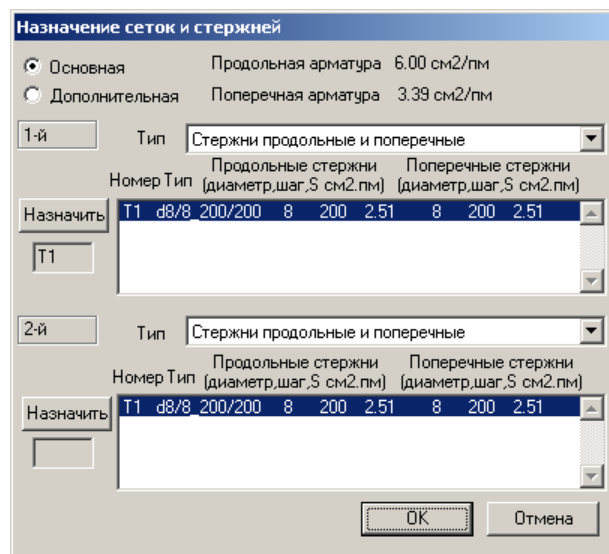

Рис.2.7.4 Окно диалога **Назначение сеток и стержней**
- В открывшемся окне диалога **Назначение сеток и стержней** (рис. 2.7.4) выполните следующие действия: